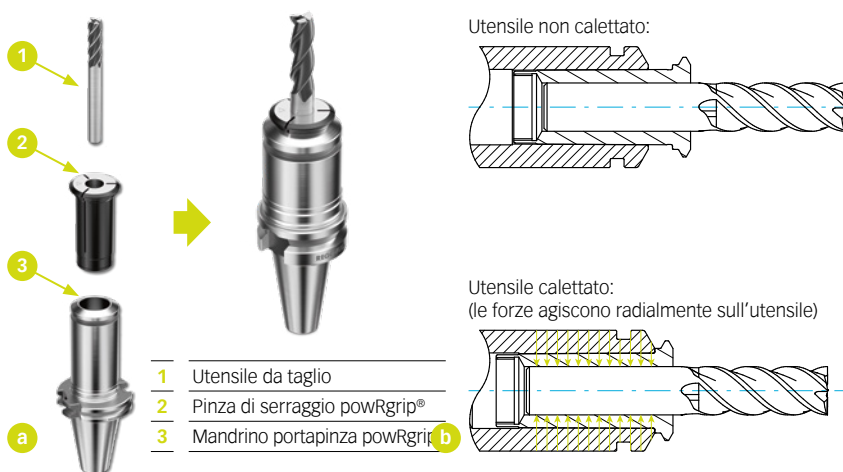

Figura 3.3
► **Figura 3.3 (a)** [18] mostra i tre componenti del sistema powRgrip®: Mandrino portapinza, pinza di serraggio e utensile da taglio, a sinistra non assemblato e a destra calettato. A integrazione di ciò, mostra ► **Figura 3.3 (b)** [18] una rappresentazione in sezione della zona di serraggio, in alto assemblato e in basso calettato.